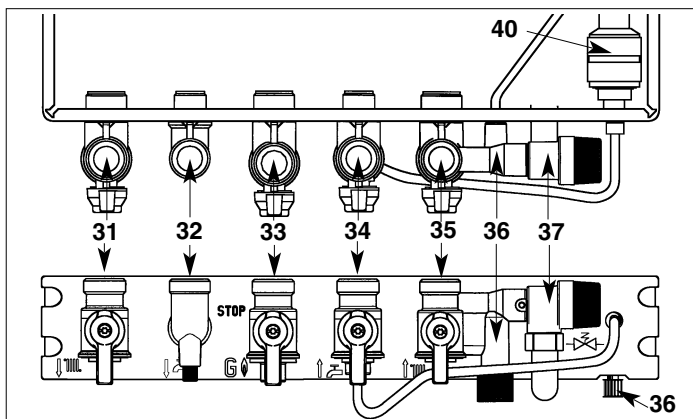

Fig. 22 - vues de dessus et de face
## Barrette robinetterie (fig. 22)
3. Ouvrez l'arrivée du gaz en tournant le robinet gaz **33** (fig. 22, § 10), sur la position «  ».
- Coupez l'arrivée du gaz en tournant le robinet 33 (fig. 22, page 21), sur la position «STOP».